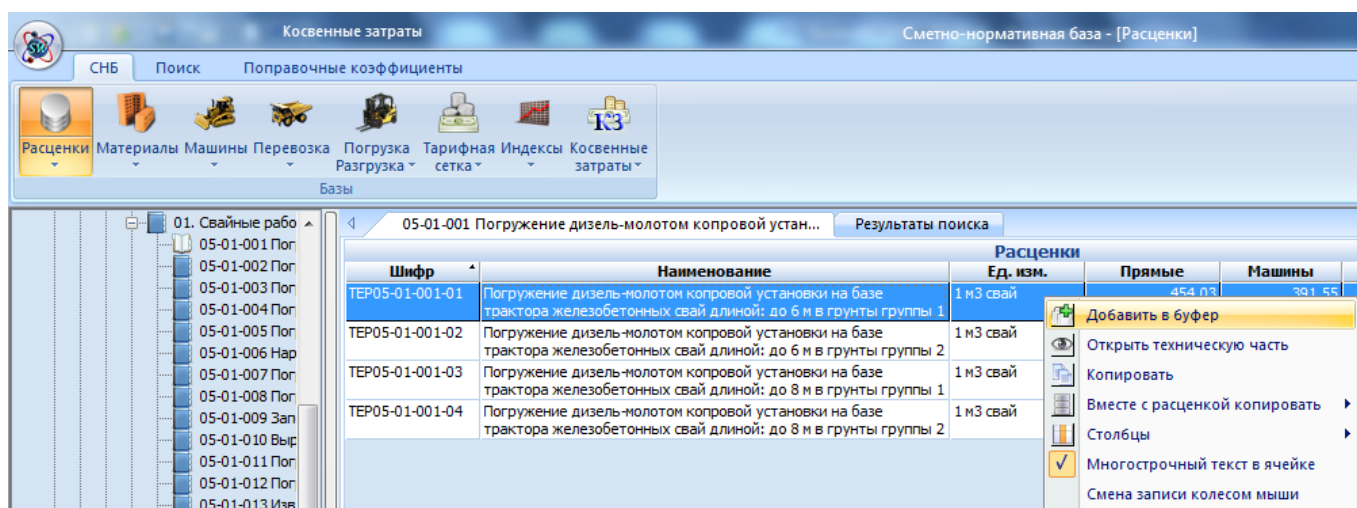

Рис. 4.13 Добавление расценки в буфер
4. В открывшемся диалоговом окне *Сметно-нормативная база* выбрать нужные строки и добавить их в буфер при помощи команды контекстного меню **Добавить в буфер** (рис. 4.13);